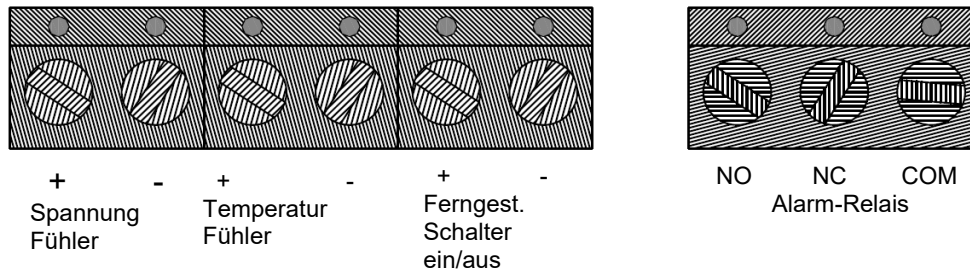

Abbildung 5. Klemmleiste
2.3.2. Externer Temperatur-Fühler (siehe Abb. 5)
2.3.3 Ferngesteuerter Ein-/Aus-Schalter (siehe Abb. 5)
2.3.4. Alarm-Relais-Anschlüsse (siehe Abb. 5)